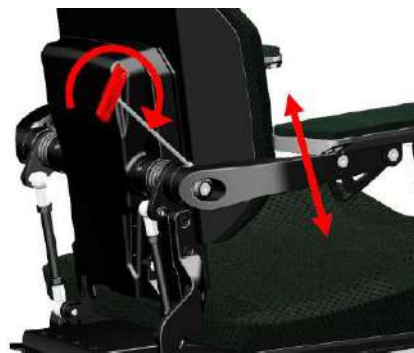

Figura 11-23
- Paso 2: Ajuste el ángulo del reposabrazos usando una llave Allen de 5 mm. Para aumentar la altura del reposabrazos gire la llave en el sentido de las manecillas del reloj. Para disminuir la altura, hágalo en sentido contrario a las manecillas del reloj. (Figura 11-23)